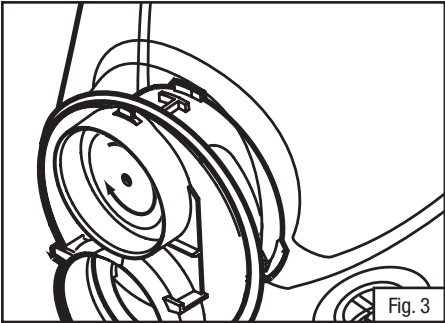

Fig. 3
- 4. Coloque a nova válvula 6889 sobre o orifício de exalação e empurre ou pressione a haste da válvula no furo central (Fig. 3). Assegure-se de que a válvula encontra-se completamente instalada e gira livremente na montagem.